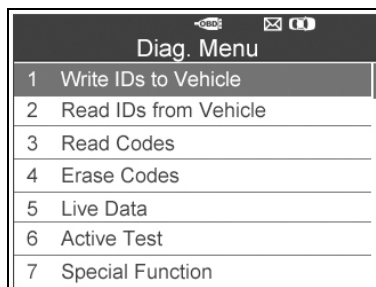

Abbildung 4.22
- 1) Wählen Sie im TPMS-Diagnosemenü über die Scrolltaste **NACH OBEN/UNTEN** die Option **IDs in Fahrzeug schreiben** aus und drücken Sie die **Y**-Taste. (Abbildung 4.22)
- 1) Wählen Sie im TPMS-Diagnosemenü über die Scrolltaste **NACH OBEN/UNTEN** die Option **IDs aus Fahrzeug auslesen** aus und drücken Sie die **Y**-Taste. (Abbildung 4.22)
- 1) Wählen Sie im TPMS-Diagnosemenü über die Scrolltaste **NACH OBEN/UNTEN** die Option **Codes lesen** aus und drücken Sie die **Y**-Taste. (Abbildung 4.22)
- 1) Wählen Sie im TPMS-Diagnosemenü über die Scrolltaste **NACH OBEN/UNTEN** die Option **Codes löschen** aus und drücken Sie die **Y**-Taste. (Abbildung 4.22)
- 1) Wählen Sie im TPMS-Diagnosemenü über die Scrolltaste **NACH OBEN/UNTEN** die Option **Live-Daten** aus und drücken Sie die **Y**-Taste. (Abbildung 4.22)